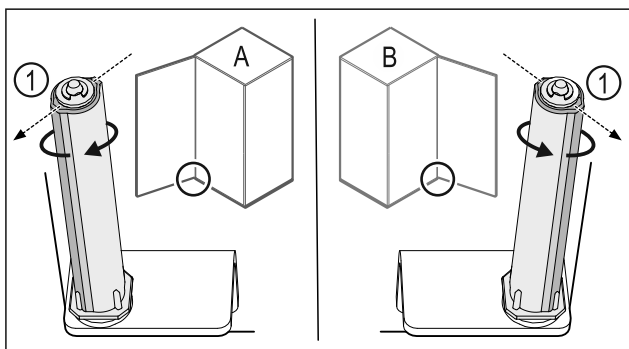

Fig. 40 Okretanje nalijevo (A) / okretanje nadesno (B)
- ▶ Okrećite sustav zatvaranja do kraja dok lamela sustava zatvaranja Fig. 40 (1) ne bude usmjerena prema van.